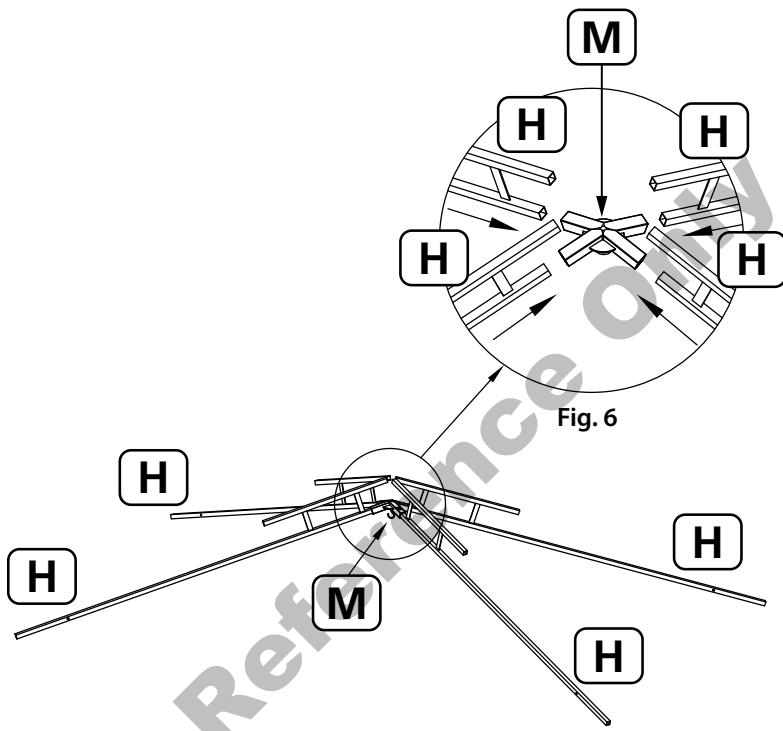

Fig. 6
Inserire l'estremità inferiore di ciascuna traversa della copertura bilivello (H) nelle aperture della staffa di giunzione della copertura (M), vedere la Fig. 6, utilizzando i perni a molla sulla parte H, per fissare insieme queste parti.